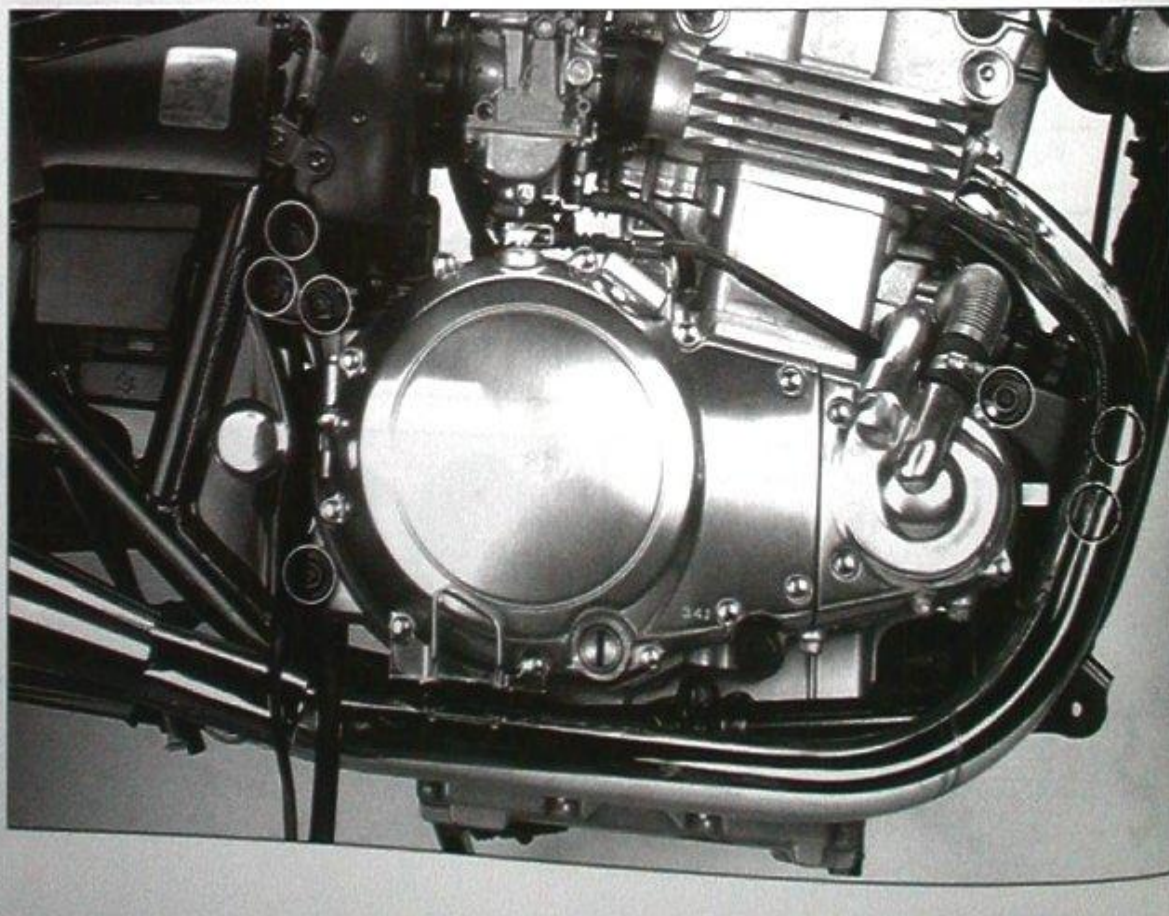

Bild 190
- $\Delta$  Motor mit hydraulischem Wagenheber untermauern, um Motor-/Rahmenbefestigungen (Bild 190) zu entlasten.